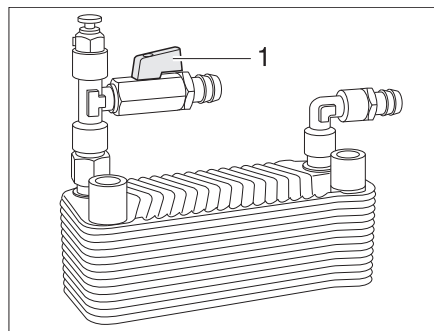

Fig. 192 Scambiatore di calore Alde
- Accensione:** ■ Posizionare la maniglia (Fig. 192,1) del rubinetto di chiusura parallelamente alla tubazione.
- Spegnimento:** ■ Posizionare la maniglia (Fig. 192,1) del rubinetto di chiusura verticalmente rispetto alla tubazione.